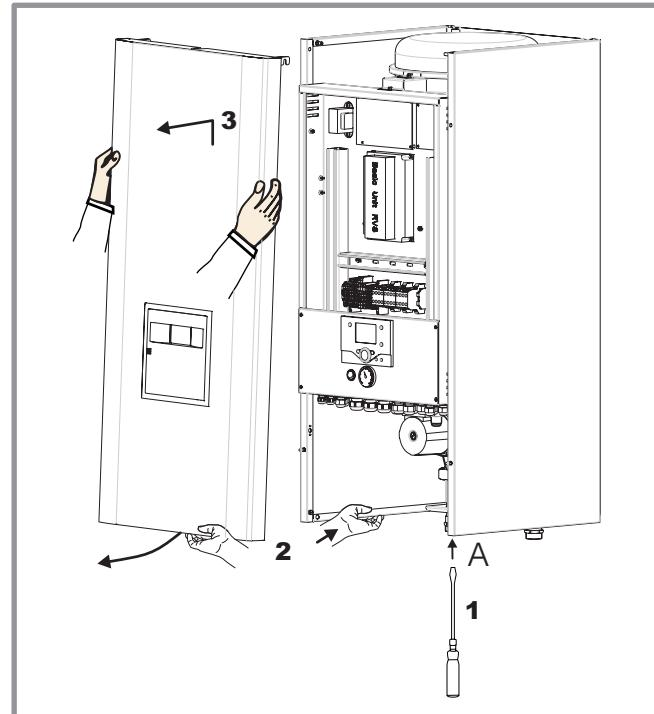

figure 16 - Dépose de la façade
- 1, 2, 3 :** Déposer la façade (2 vis A, figure 16).